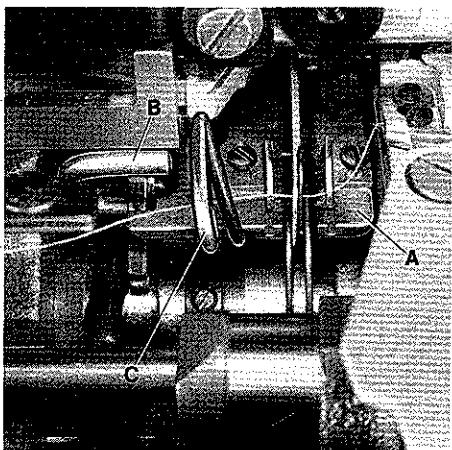
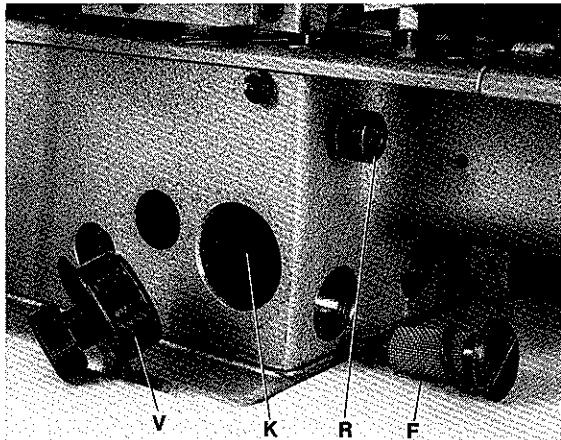
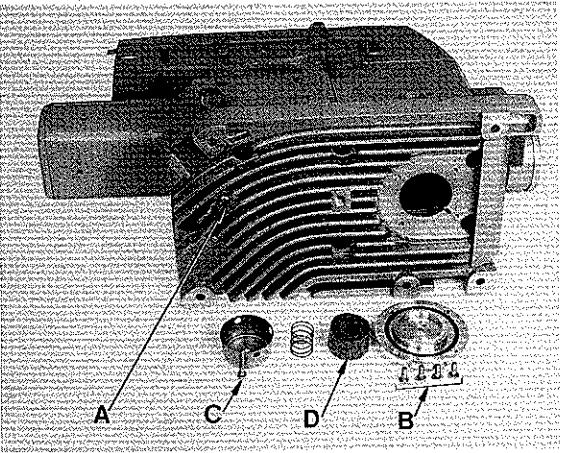

Fig.7
Fig.9
Fig.11
For easier threading of the looper thread, the cast-off plate (A, Fig. 7) will flip up when pressing lever (B). After threading push the cast-off (A, Fig. 7) at lever (C) back to its home position (see Fig. 8).
For cleaning, the cast-off plate (A, Fig. 7) can be removed completely. Rotate pulley until the flat side of take-up points up. Flip-up cast-off plate by pressing lever (B) and turn out thumb screw (R, Fig. 9). Make sure that the cast-off plate is positioned above the flip-up spring when reassembling.
Zum besseren Einfädeln des Greiferfadens kann die Fadenabzugsplatte (A, Fig. 7) durch Drücken des Hebels (B) nach oben ausgeschwenkt werden. Nach dem Einfädeln wird die Fadenabzugsplatte (A, Fig. 7) am Hebel (C) wieder in ihre Ausgangsstellung zurückgedrückt (siehe Fig. 8).
Zum Reinigen kann die Fadenabzugsplatte (A, Fig. 7) ganz herausgenommen werden. Drehen Sie am Handrad bis die flache Seite des Fadenaufnehmers oben ist. Schwenken Sie durch Drücken des Hebels (B) die Platte nach oben und drehen Sie die Rändelschraub (R, Fig. 9) heraus. Setzen Sie die Fadenabzugsplatte wieder so ein daß sie oberhalb der zum Hochdrücken dienenden Feder liegt.
The main oil filter (D, Fig.11) and the oil filter (F, Fig.9) have to be cleaned in petroleum at every oil change. The main oil filter (D, Fig.11) is accessible when removing screws (B) and (C). The oil filter (F, Fig.9) can be removed by turning it counterclockwise.
Chamber (K, Fig.9) behind plug (V, Fig.9) has to be cleaned daily.
Der Hauptölfilter (D, Fig.11) und der Olfilter (F, Fig.9) müssen bei jedem Ölwechsel in Petroleum gereinigt werden. Der Hauptölfilter (D, Fig.11) ist nach Lösen der Schrauben (B) und (C) zugänglich. Der Olfilter (F, Fig.9) wird durch Drehen im Gegenuhzeigersinn entfernt.
Die Kammer (K, Fig.9) hinter dem Verschluß-Stopfen (V, Fig.9) muß täglich gereinigt werden.